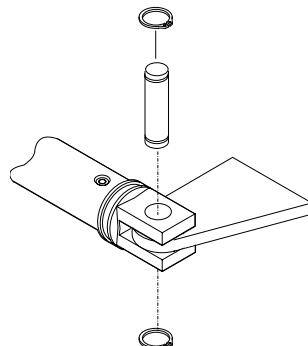

Abb. 5
- 7) Vorderen Anschluß nach Hinweisen von Abb. 5 mit der Spindelverbinden.